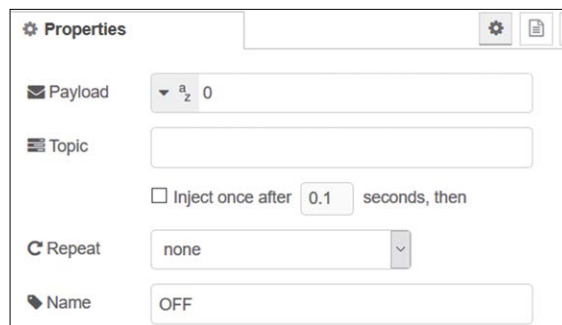

Figure 5.7 Créer un autre nœud d'injection
- Créer un autre **injecter** nœud avec la configuration comme indiqué à la figure 5.7